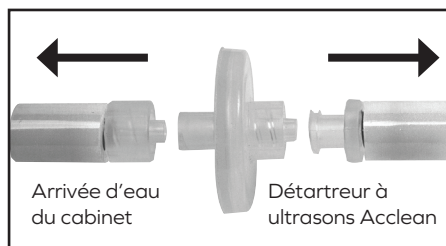

Fig. 5
6. Installez le filtre de rechange sur le tube d'arrivée d'eau comme indiqué à la figure 5.